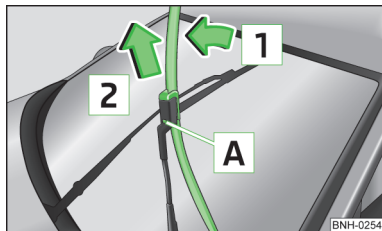

Abb. 163
- › Den Scheibenwischerarm von der Heckscheibe anheben und das Scheibenwischerblatt geringfügig in Richtung Scheibenwischerarm, Pfeil **1** » Abb. 163 kippen.